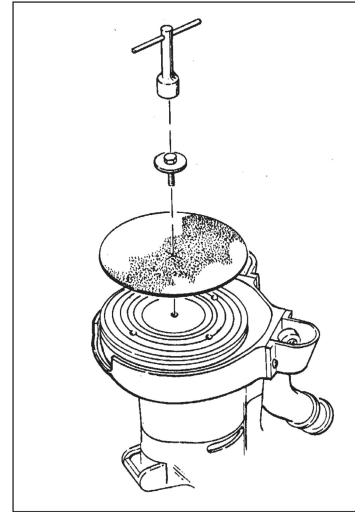

Figura 3
1. Saque el tornillo y el retenedor del abrasivo. Centre el abrasivo sobre la almohadilla y asegúrelo con el retenedor y el tornillo del abrasivo. (Figura 3)